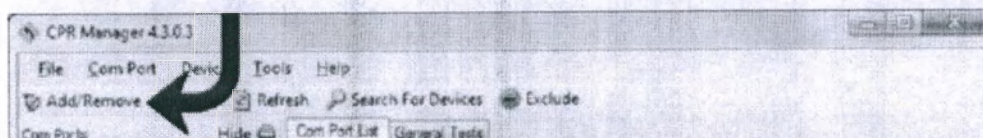
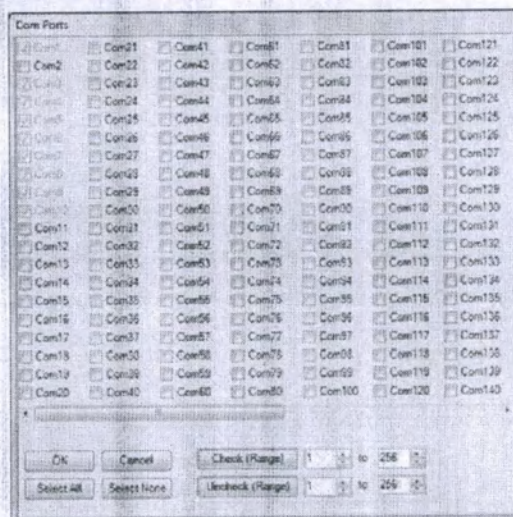

рис. 79
рис. 80
3. В программе «CPR Manager» нажмите на кнопку «Add/Remove» («Добавить/удалить»). См.рис. 79. Откроется диалоговое окно. См. рис. 80.
4. В диалоговом окне (см. рис. 80) можно отметить COM-порты, которые будут использоваться программой «CPR Manager» в ПК в качестве виртуальных COM-портов для аппаратов. После выбора нужных COM-портов необходимо подтвердить выбор кнопкой OK.